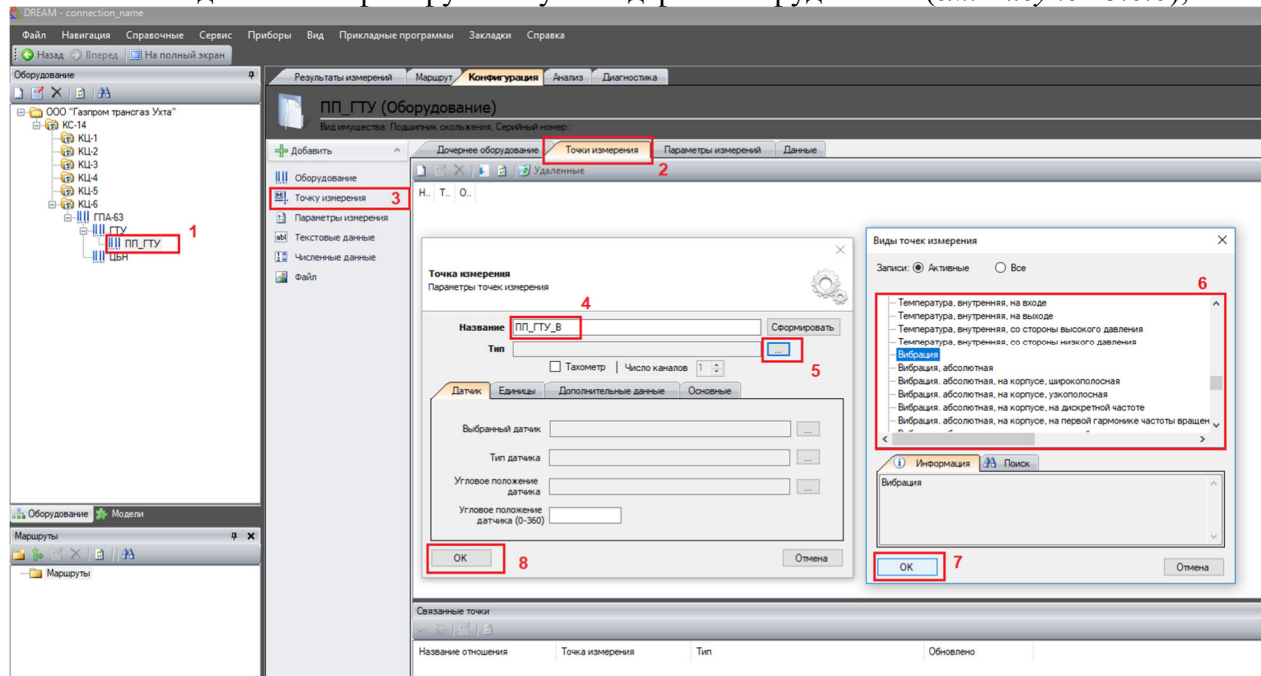

Рисунок 3.6.6
- выделить контролируемый узел в дереве оборудования (см. Рисунок 3.6.6);